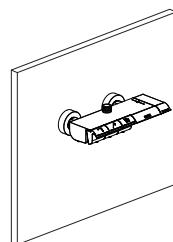

Figura 2
- e) Collegare la barra termostatica della doccia ai connettori curvi (Figura 2). Il lato sinistro è quello dell'acqua calda e il lato destro quello dell'acqua fredda.